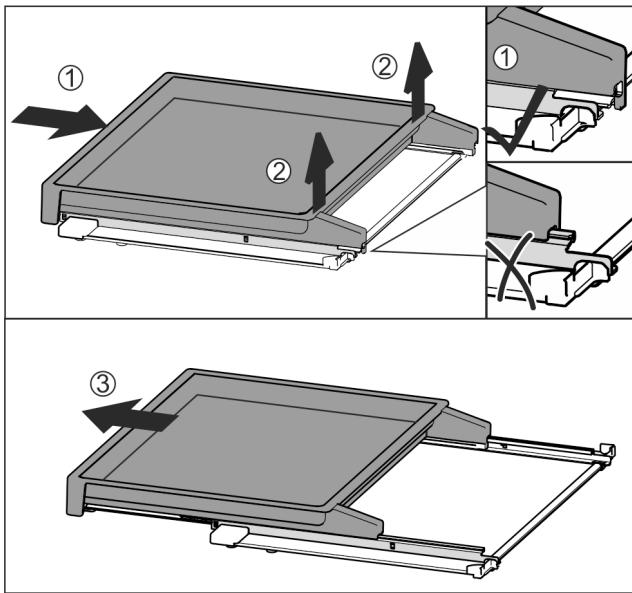

Fig. 61
- Повністю вставте витяжну панель Fig. 61 (1).
- Відпустити фіксатор на задній стороні Fig. 61 (2).
- Потягніть витяжну панель вперед Fig. 61 (3).